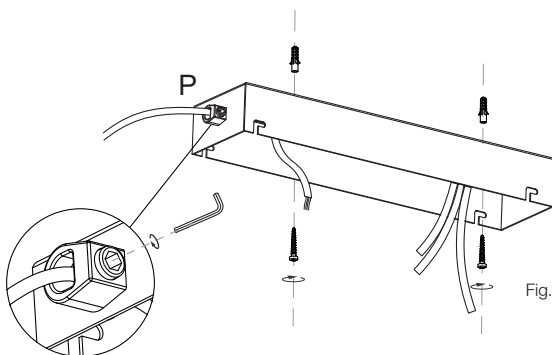

Fig. 13.2.
13.2. Fasten the canopy to the ceiling as shown in Figure 13.2. Pass tube cable (P) through the cable gland and screw it tight.
13.2. Fixer la monture au plafond comme indiqué sur la figure 13.2. Faire passer le câble du tube (P) dans le serre-câbles et le visser.
10.2. Die Deckenrosette wie in Abbildung 13.2 gezeigt an der Decke befestigen. Das Kabel des Rohrs (P) durch die Kabelverschraubung führen und festschrauben.